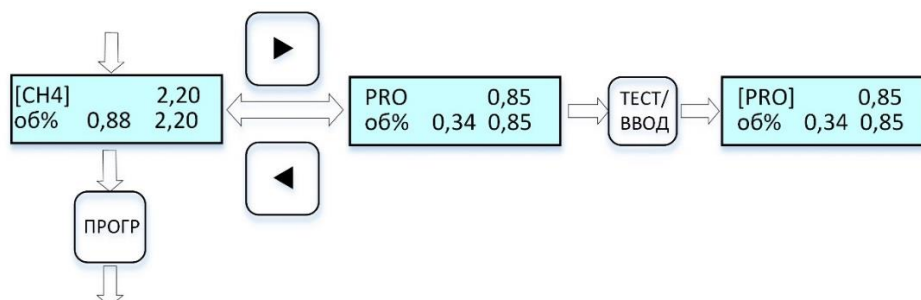

Рисунок 10 – Циклограмма выводимых сообщений на дисплей при выборе газа
2.6.5.3 Для **выбора наименования (обозначения) газа** выполнить процедуры по циклограмме *рис. 10*: